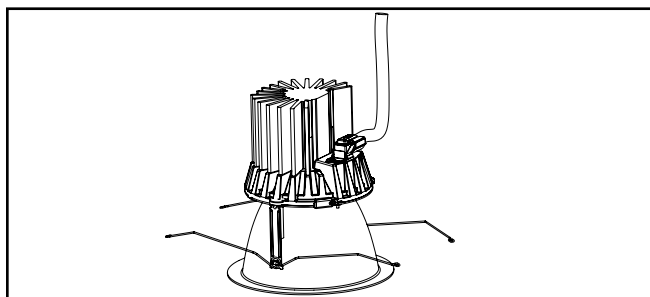

Figura 8
9. Asegúrese de que el conector esté debidamente adherido. (Figura 8.).